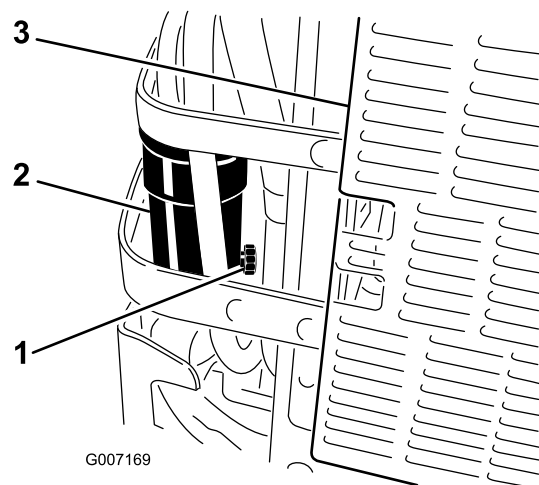

Figura 71
5. Abra a válvula de drenagem no separador de água aproximadamente 1 volta para permitir que a água e outros contaminantes drenem (Figura 71).
6. Feche a válvula de drenagem quando sair apenas gasóleo (Figura 71).